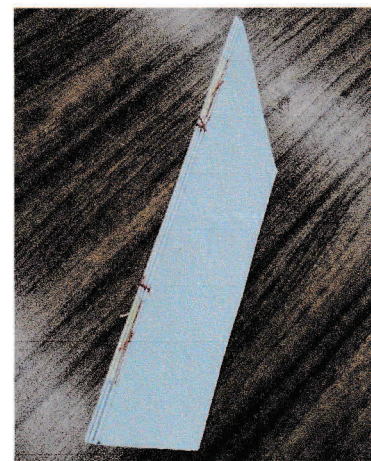
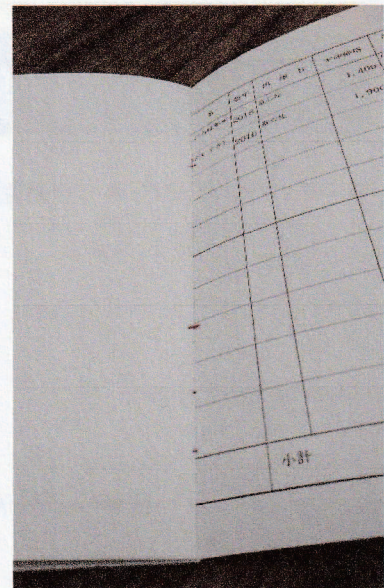

図4 ミニ版の仕上がり外観
図6 同左、1枚目と2枚目の間
- (4) ミニ版の仕上りの外観と内側の写真を図4～図6に示す。